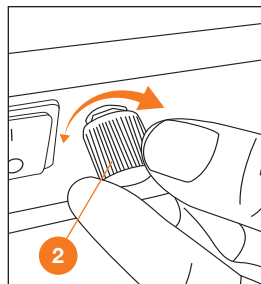

Рис. 15
- По окончании работы поверните регулятор **2** против часовой стрелки до полного отключения насоса (Рис. 15).